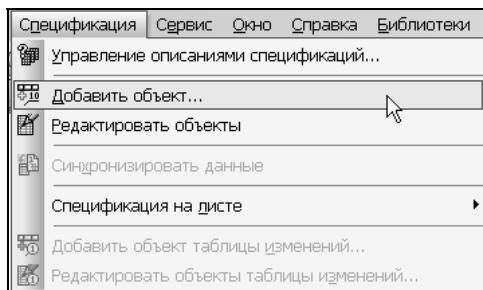

Рис. 9.78. Вызов команды Добавить объект
2. В строке меню раскройте пункт **Спецификация** и выберите команду **Добавить объект** (рис. 9.78).